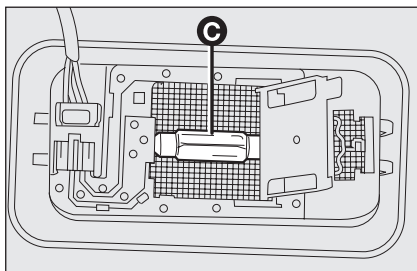

fig. 34
- sostituire la lampada **C**-fig. 34 svincolandola dai contatti laterali, inserire la nuova lampada accertandosi che la stessa risulti correttamente bloccata tra i contatti stessi;